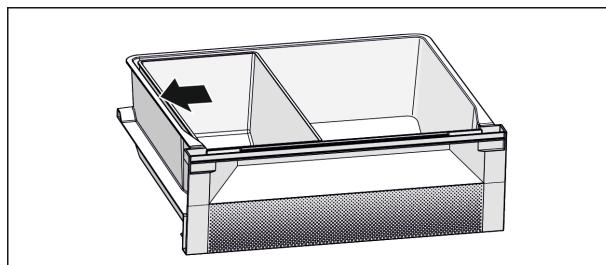

Fig. 7
- Для оптимальной функции охлаждения: Расположите лоток Fish & Seafood, как показано на рисунке (см. Fig. 7).